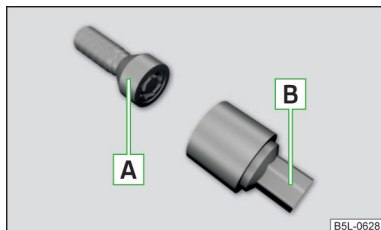

Abb. 243
Die Anti-Diebstahl-Radschrauben schützen die Räder vor einem Diebstahl. Diese können nur mithilfe des Adapters **[B]** » Abb. 243 gelöst bzw. festgezogen werden.
- › Den Adapter **[B]** » Abb. 243 mit der verzahnten Seite bis zum Anschlag in die innere Verzahnung im Kopf der Anti-Diebstahl-Radschraube **[A]** stecken.